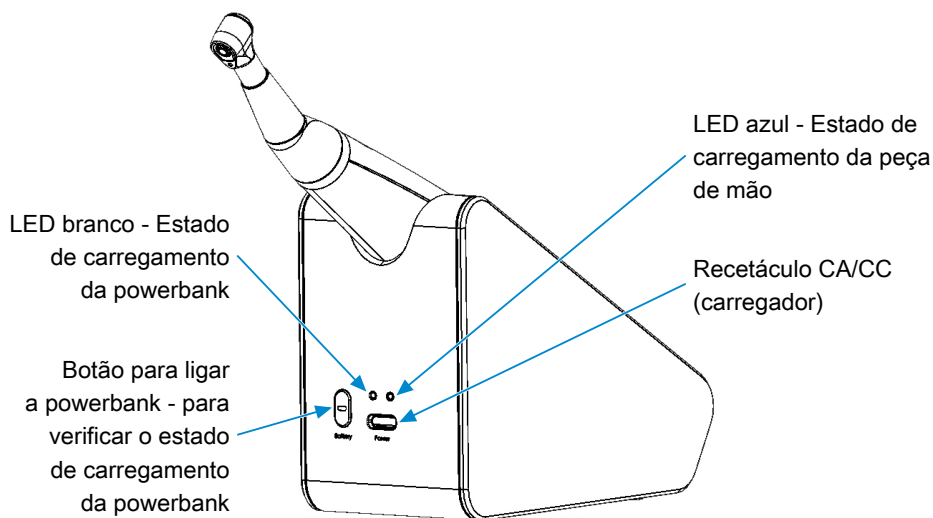

Fig. 2 : Vista traseira
- Ligue o cabo do carregador ao recetáculo de carregamento na powerbank (consulte [► Fig. 2]). Ligue o carregador à tomada elétrica.